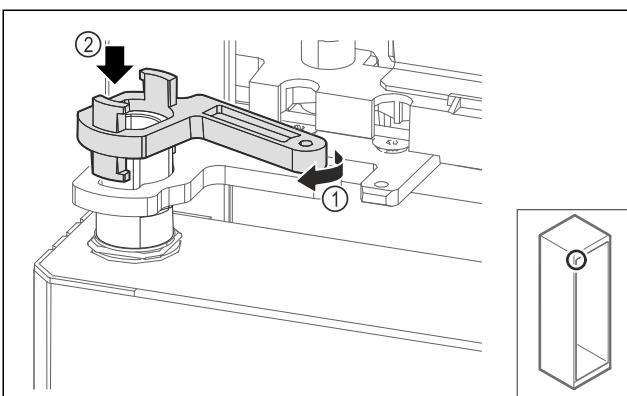

Fig. 70
► Злегка поверніть механізм блокування опорного кронштейна *Fig. 70 (1)* та надягніть його на втулку *Fig. 70 (2)*.